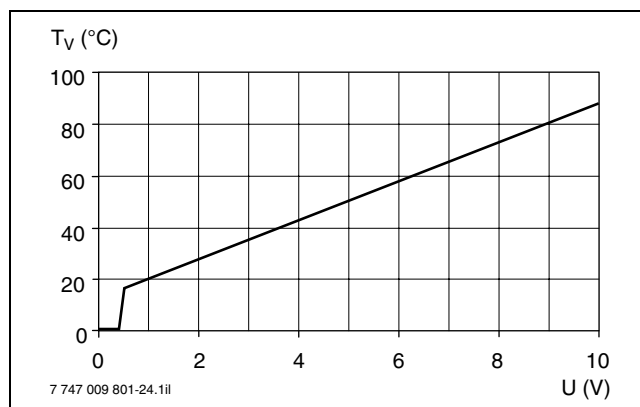

Рис. 22. Характеристическая кривая модуля оповещения об ошибках EM10 (заданные значения)
С помощью сигнала 0-10 В постоянного тока можно управлять температурой подачи или мощностью (рис. 22).
- управление котлом отопления с помощью внешнего сигнала постоянного напряжения 0–10 В. Внешним сигналом постоянного напряжения 0–10 В котлу отопления задается температура в прямой линии (рис. 22).